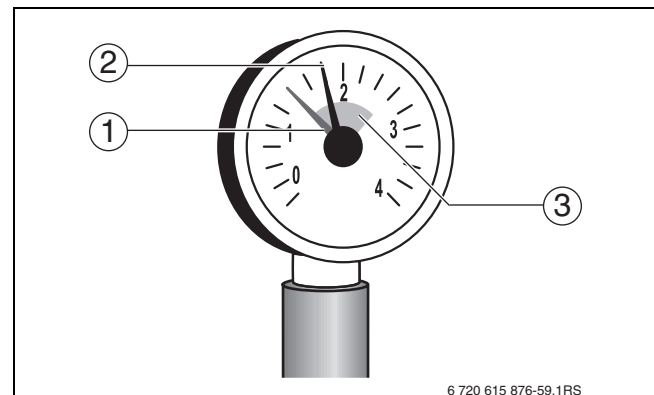

Bild 5 Manometer für geschlossene Anlagen
- ▶ Wenn der Betriebsdruck durch das Entlüften abfällt (siehe Einstellung roter Zeiger am Manometer → Bild 5, Seite 14), muss Wasser nachgefüllt werden.